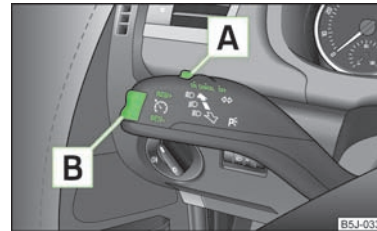

Abb. 81
- Den Schalter **A** » Abb. 81 in Stellung **ON** drücken.
- Die Wippe **B** » Abb. 81 in der Position **RES** drücken.
- Die gespeicherte Geschwindigkeit kann durch Drücken der Wippe **B** » Abb. 81 in der Position **SET** verringert werden.
Die Geschwindigkeitsregelanlage wird **vorübergehend abgeschaltet**, indem der Schalter **A** » Abb. 81 in die gefederte Position **CANCEL** bzw. auch das Brems- oder Kupplungspedal gedrückt wird.
- Den Schalter **A** » Abb. 81 nach rechts in Stellung **OFF** drücken.